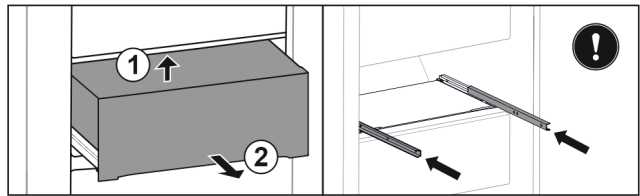

Fig. 159
- ▶ Повдигнете чекмеджето отдолу отзад. Fig. 159 (1)
- ▶ Извадете чекмеджето напред. Fig. 159 (2)